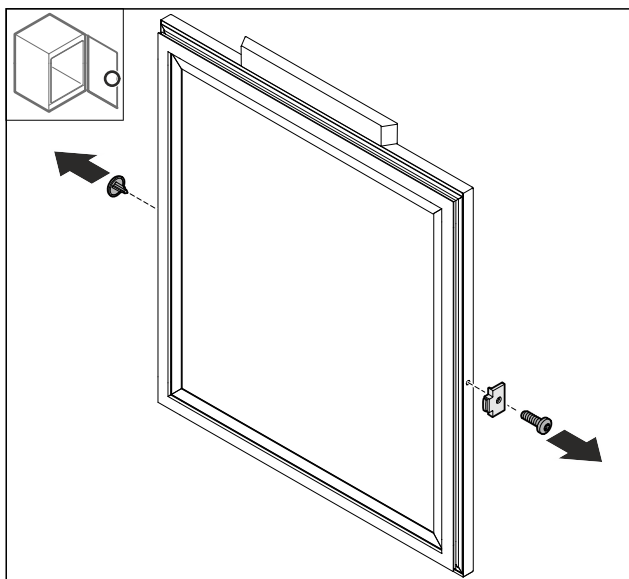

Fig. 15
- Odstraňte kryt Fig. 15 (1).
- Odmontujte dvevní zarážku Fig. 15 (2).